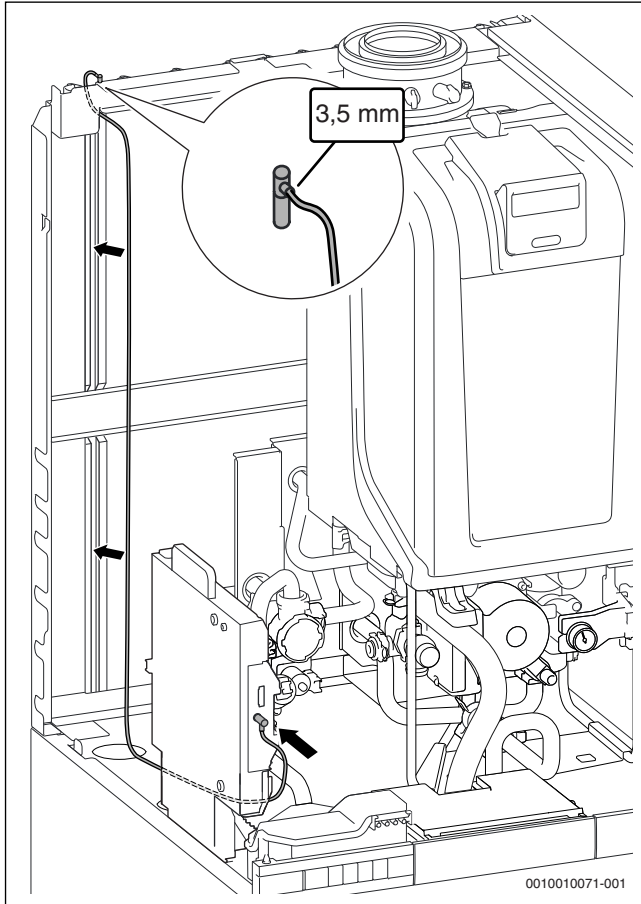

Fig. 65 Raccordement et pose du câble au Junkers MB LANi
- Poser le câble pour le raccordement Junkers MB LANi des pièces fournies comme indiqué dans la figure 65.